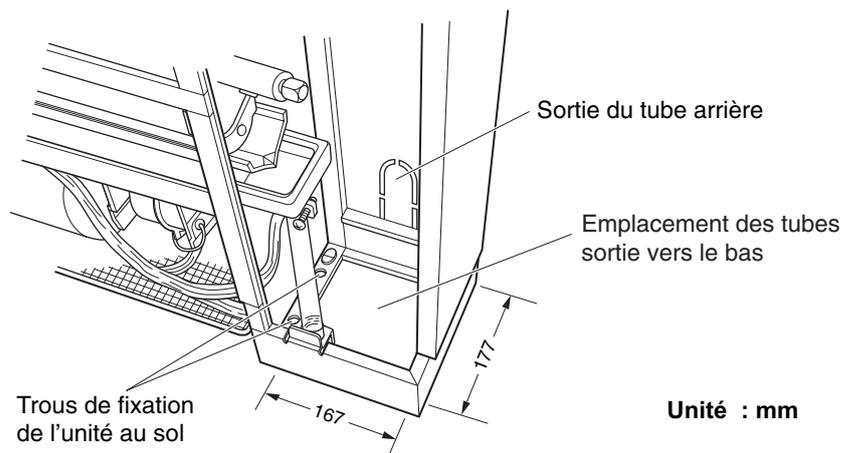

Fig. 3-110
- Pour une sortie vers le bas, reportez-vous à la figure 3-110.